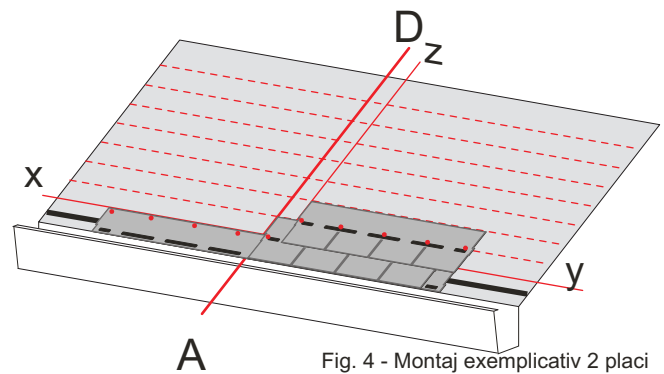

Fig. 4 - Montaj exemplificativ 2 placi
- Se monteaza prima fila conform desenului din fig. 4